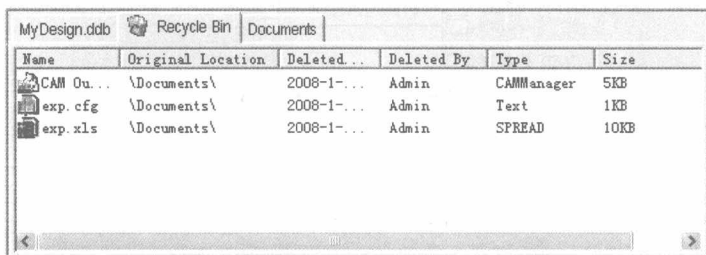

图 1-6 Recycle Bin 管理器
(2) Recycle Bin: 用于回收设计数据库中删除的文件,可以为用户找回由于误操作而删除的文件,如图 1-6 所示。